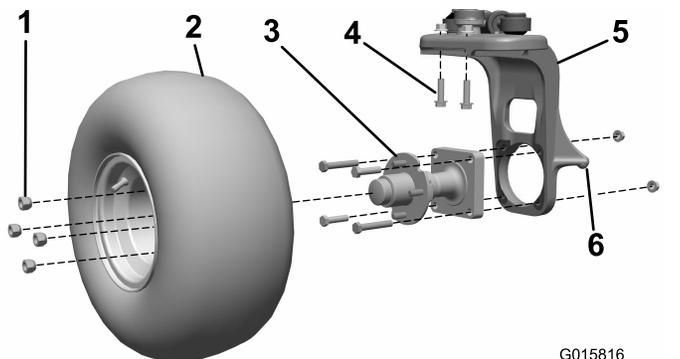

Bild 1
1. Heben Sie die Maschine am Laufradgabelhebe- punkt an (Bild 1).
2. Nehmen Sie das Rad von der Radnabe ab. Bewahren Sie die Radnabenmuttern auf (Bild 1).
Laufradgabel befestigt ist (Bild 1). Legen Sie alle Gegenstände ab.
4. Entfernen Sie die 2 Schrauben und 2 Muttern, mit der der vertikale Steuerschwenkarm an der Laufradgabel befestigt ist (Bild 1). Legen Sie diese Gegenstände ab.